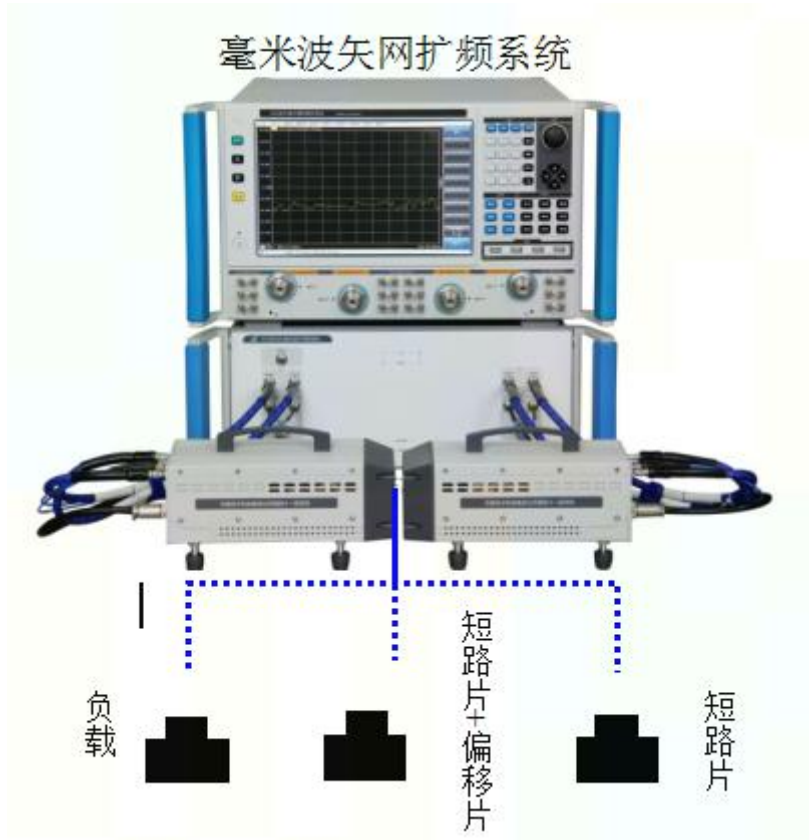

图 7.4 单端口校准连接
2) 如图 7.4 所示, 按照仪器提示完成端口 2 单端口校准, 校准顺序为短路片→偏移片+短路片→负载。